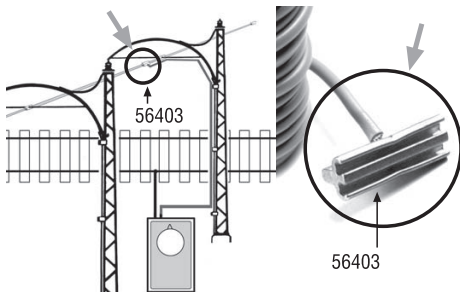

Abb. 7, Fig. 7
- Für jedes zu überspannende Gleis eine Halterung mit dem Loch nach unten auf das Quertragwerk schieben (Abb. 7).
- Slide one catenary support for each track onto the transverse beam (Fig. 7). The holes of the holders must face downward.
- Glisser un support de caténaire pour chaque voie sur la traverse (Fig. 7). Les trous des supports doivent faire face vers le bas.